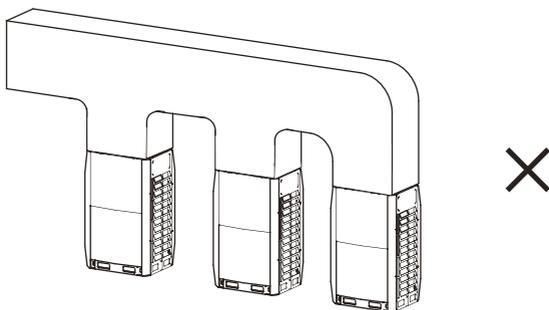

Рис. 4-34
- Каждый блок должен иметь свой отдельный воздуховод. Не объединяйте воздуховоды на участках между блоками – в противном случае может сработать аварийная защита и блок окажется неработоспособным. На рис. 4-34 показан пример неправильного монтажа воздуховода.